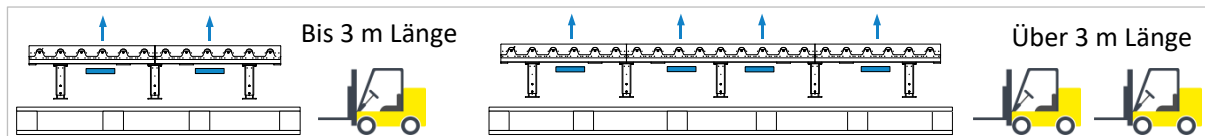

Abbildung 6: Herunterheben von der Palette mit Gabelstapler
- Führen Sie die entsprechend breit eingestellten Gabeln an den in ⇒ Abbildung 6 (links) markierten Stellen zu.
- Führen Sie die entsprechend breit eingestellten Gabeln an den in ⇒ Abbildung 6 (rechts) markierten Stellen zu.